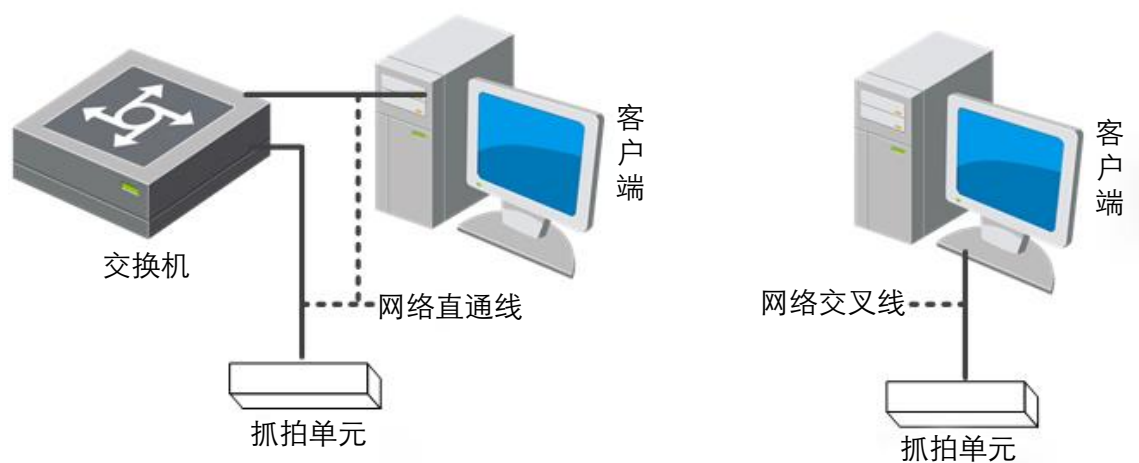

图3-1 组网方式
- 配置前请确保一体机与电脑已经连接并且能够访问需要设置的一体机。有线连接方式有如下两种，如图 3-1 所示。